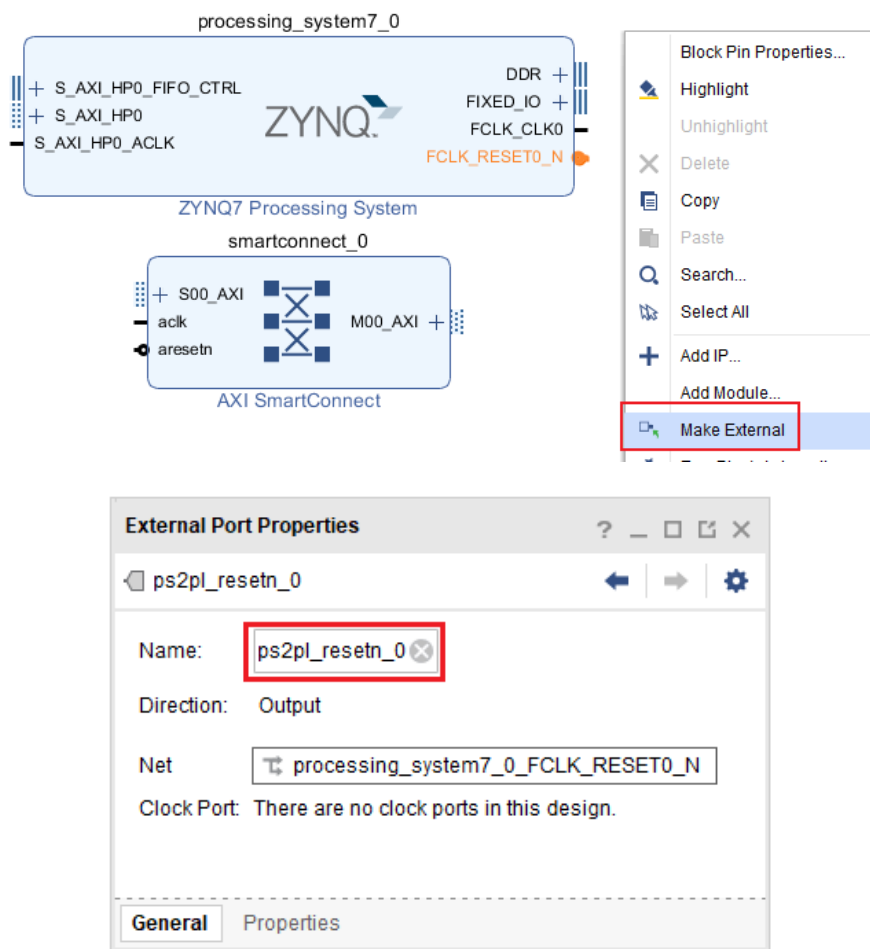

图 1-19 导出引脚与重命名
- 1) 选中 ZYNQ 核的 FCLK\_RESET0\_N 接口，右键选择 Make External 导出该接口。该接口将作为 PS 侧输出给 PL 的复位信号，为了方便区分，在左侧的 External Port Properties 中将端口重命名为 ps2pl\_resetn\_0。操作步骤参考图 1-19：